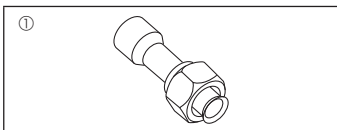

Fig. 1-1
1.6. Zubehör für die Außenanlage (Fig. 1-1) (SHW230)